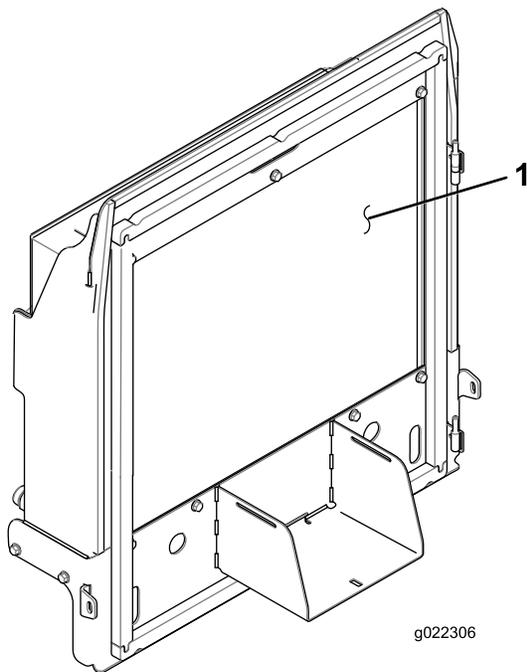

Figure 70
- Nettoyez soigneusement les deux côtés du radiateur/refroidisseur d'huile (Figure 70) à l'air comprimé.